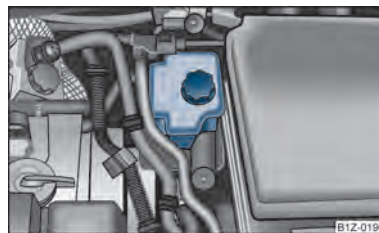

Fig. 153 Vano motor: Depósito del líquido de frenos
- Verifique el nivel de líquido de frenos en el depósito ⇒ fig. 153. El nivel debe encontrarse entre las marcas "MIN" y "MAX".